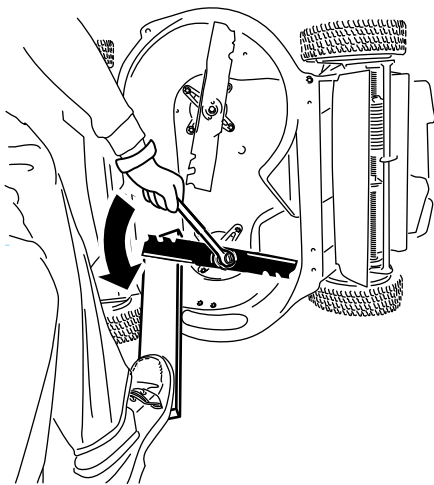

Figure 40
1. Utilisez un bloc de bois pour immobiliser chaque lame et tournez le boulon de lame dans le sens antihoraire, comme montré à la Figure 40.